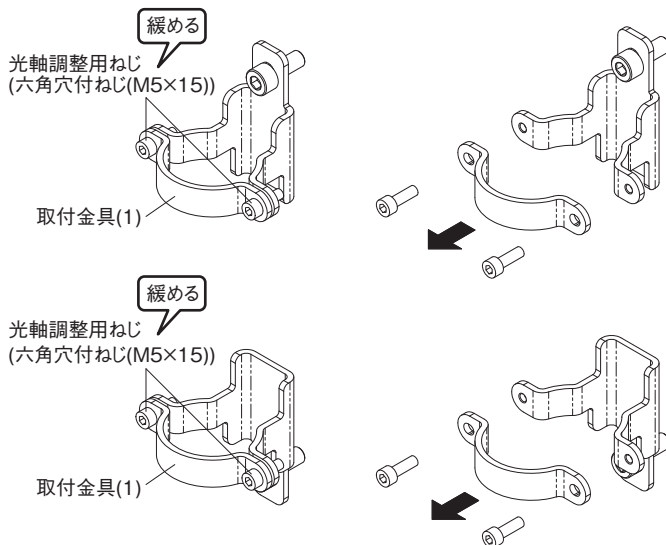

図2
2. 取付金具の光軸調整用ねじ（六角穴付きねじ（M5×15））を緩め、取付金具（1）を外します。（図2）